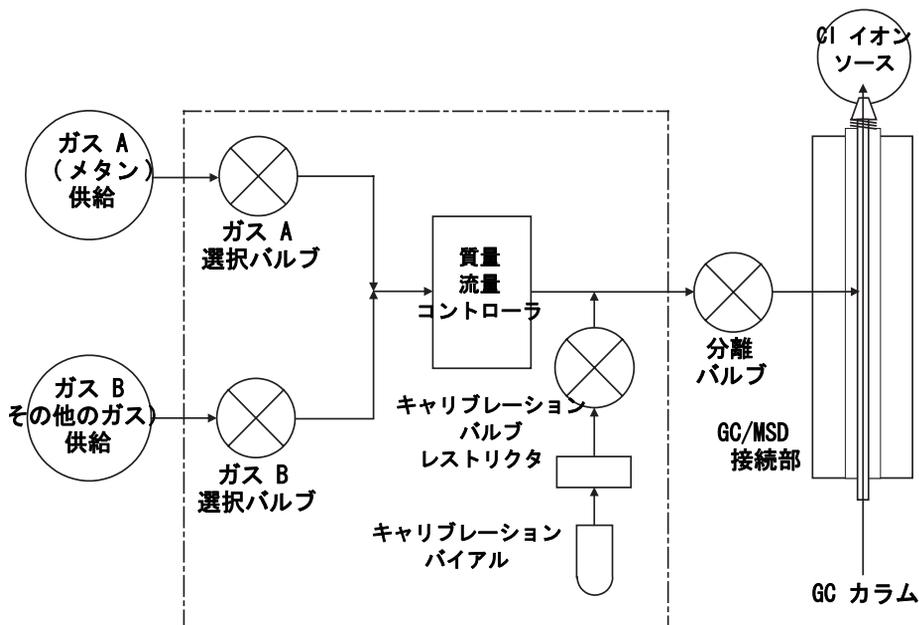

図 27 CI 流量制御モジュール図
- 1 図 27 および 表 17 を参照。
- ・ まず、ガス選択バルブ (**ガス A**、続いて**ガス B**)、続いて分離バルブ (**シャットオフバルブ**) を閉じます。図 27 および 表 17 を参照。